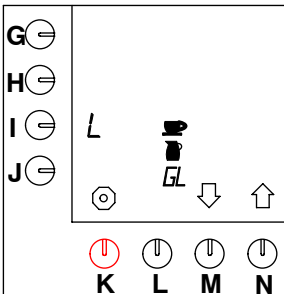

Fig. 31 Unidades a seleccionar
- Pueden realizarse selecciones con las unidades siguientes: Litro = L, Galón = G (= 3,7853 L), Jarra, Taza, ver fig.31